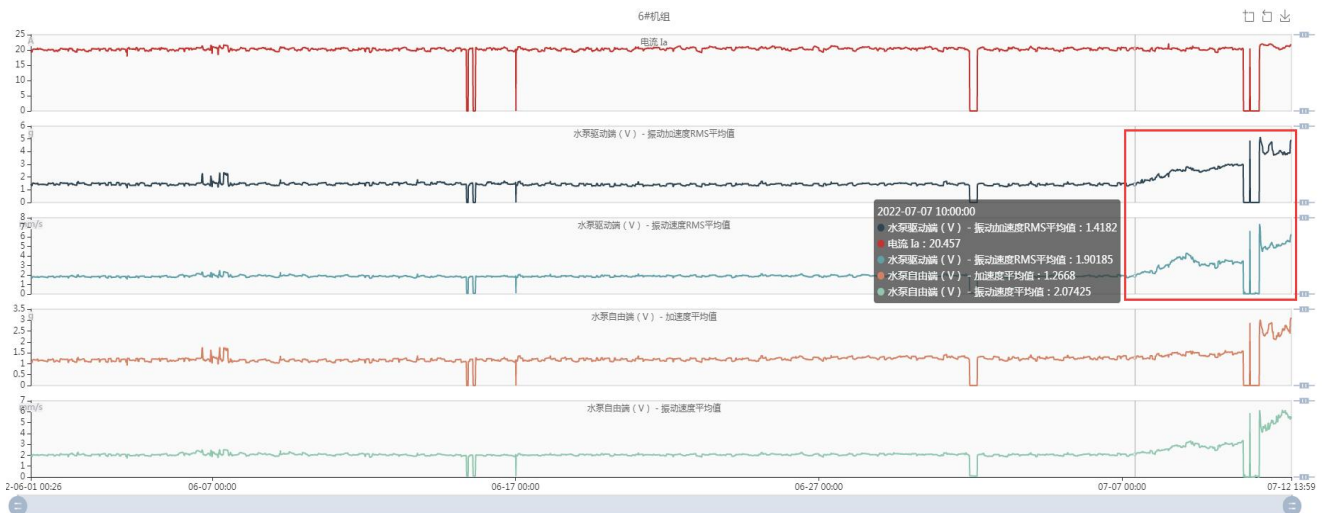

图 2 水泵驱动端振动时域趋势图
(1) 振动监测点时域趋势分析：从7月8日开始，6#机组水泵驱动端振动加速度、振动速度在机组运行过程中不断增大，振动加速度达到了预警值，振动速度达到了报警值，如下图2所示。